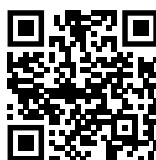

Fig. 151
- Otworzyć Liebherr SmartMonitoring Dashboard. (patrz Fig. 151)